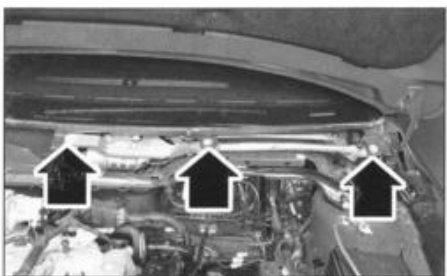

FIG. 24
- los (3) tornillos de fijación del mecanismo de limpiaparabrisas del. (fig. 24).